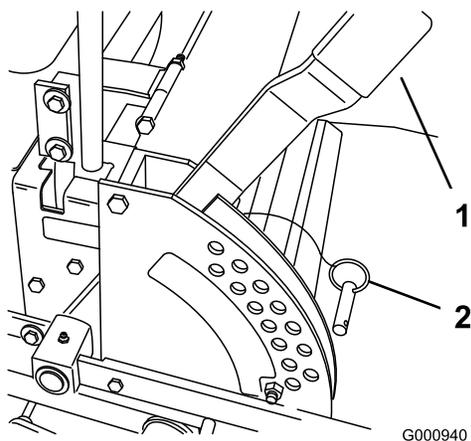

Figura 16
- Levante la palanca de ajuste de la altura de corte a la posición de transporte (que es también la posición de altura de corte de 127 mm (5 pulg.)) (Figura 16).
- Para ajustarla, retire el pasador del soporte de altura de corte (Figura 16).
- Seleccione un taladro del soporte de altura de corte que corresponda a la altura de corte deseada, e inserte el pasador (Figura 16).